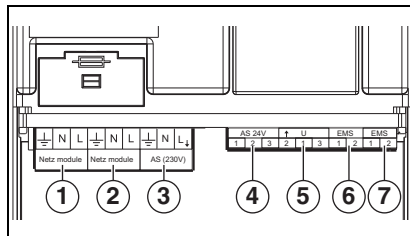
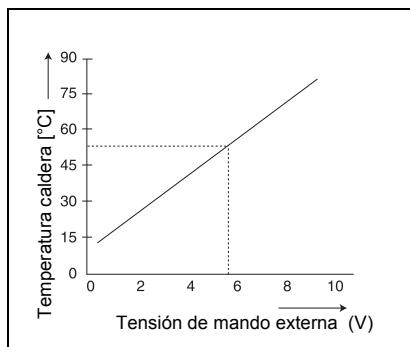

Fig. 2 Conexiones
Fig. 3 Diagrama de 0-10 V
- a) La conexión AS 24 V (→ fig. 2, [4]): se trata de un contacto de conexión exento de potencial para señales de baja tensión hasta 24 V. Esta señal de avería puede ser leída por ejemplo por un sistema de gestión de edificios.
- b) La conexión AS 230 V (→ fig. 2, [3]): permite por ejemplo activar una bocina o un indicador de alarma.
El EM10 se puede utilizar como interfaz entre la regulación y, por ejemplo, un sistema de control distribuido de edificios. La señal de 0-10 VDC (→ fig. 2, [5]) permite elegir entre control por temperatura de caldera o por potencia (→ fig. 3).
Este tipo de regulación se activa si puentea las clavijas 1 y 3. (→ fig. 2, [5] y el esquema eléctrico en pág. 46). El EM10 fija una potencia porcentual a través de la señal 0-10 V de la regulación → tab. 2.